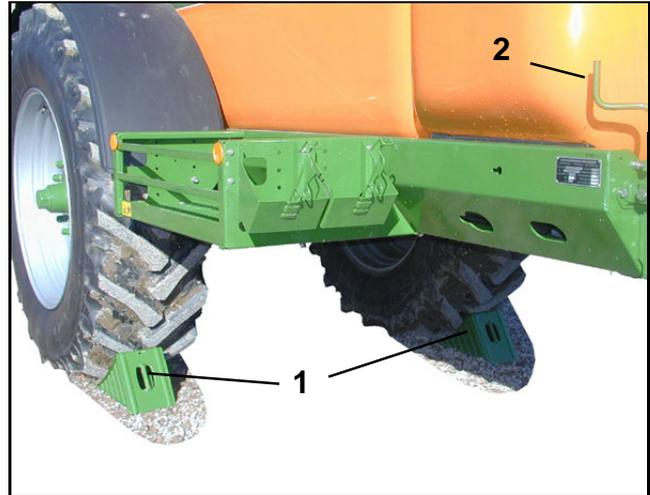

Fig. 5.9
- Antes de desacoplar, asegurar el rociador remolcable contra movimiento involuntario mediante ambas cuñas de calce (Fig. 5.9/1).
- Ajustar el freno de estacionamiento (Fig. 5.9/2).